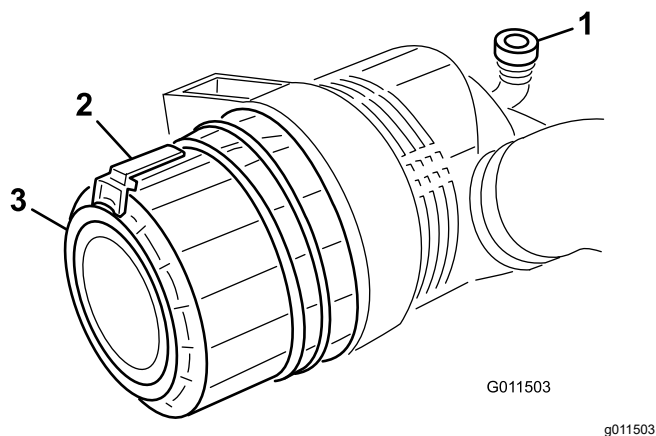

図 54
2. ラッチを引いて外し、カバーを左にひねってボディからはずす 図 54。